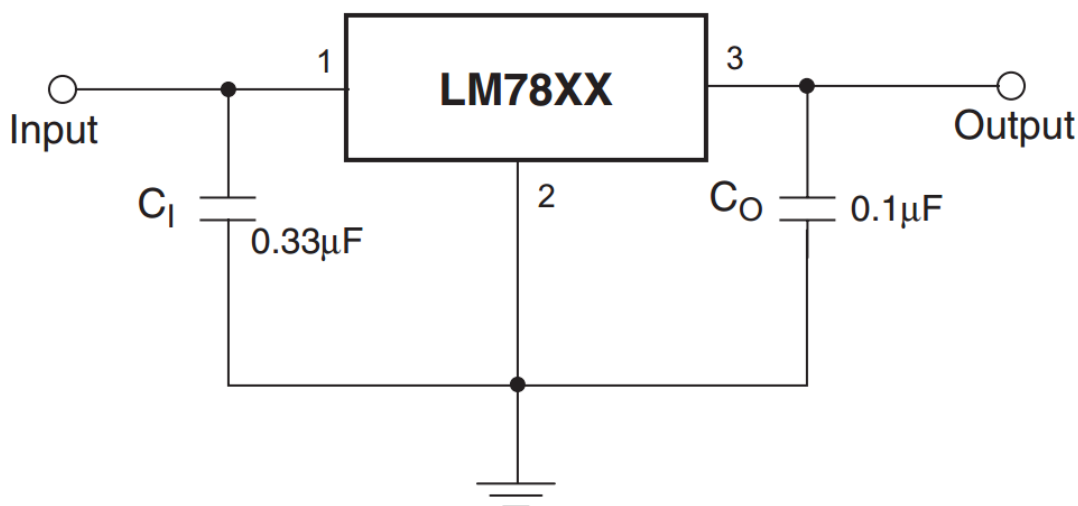

Рисунок 1. Типовое включение микросхемы L7805ACV (LM7805).
- Типовое включение микросхемы **L7805ACV (LM7805)** по спецификации производителя представлено на рис. 1. Сглаживающие фильтры **$C_I = 0,33$ мкФ**, **$C_O = 0,1$ мкФ**.